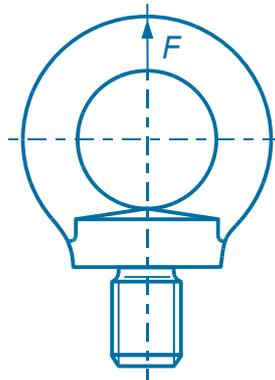

Рисунок 3 - Пример для маркировки рым-болтов
- стрелка осевого направления (см. Рисунок 3);